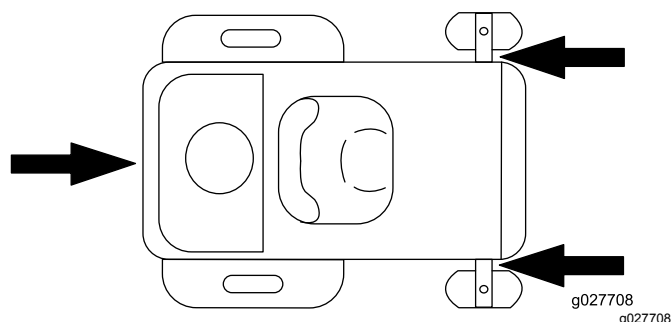

Figura 22
5. Amarre la máquina junto a las ruedas giratorias delanteras y el guardabarros trasero (Figura 22).